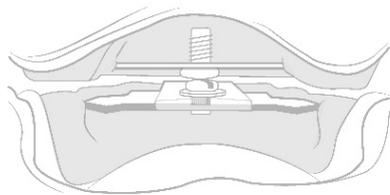

Abb. 4
14. Um den gotischen Bogen zu überprüfen, wird nun bis auf das Fadenkreuz die gesamte Platte nochmals bemalt und der gesamte Registriervorgang wiederholt. Liegt auch der zweite aufgezeichnete gotische Bogen exakt in der Position des Fadenkreuzes, kann die Plexiglasplatte in der Position der Pfeilspitze aufgesetzt und anhand der Schraube und Unterlegscheibe fixiert werden (Abb. 4).